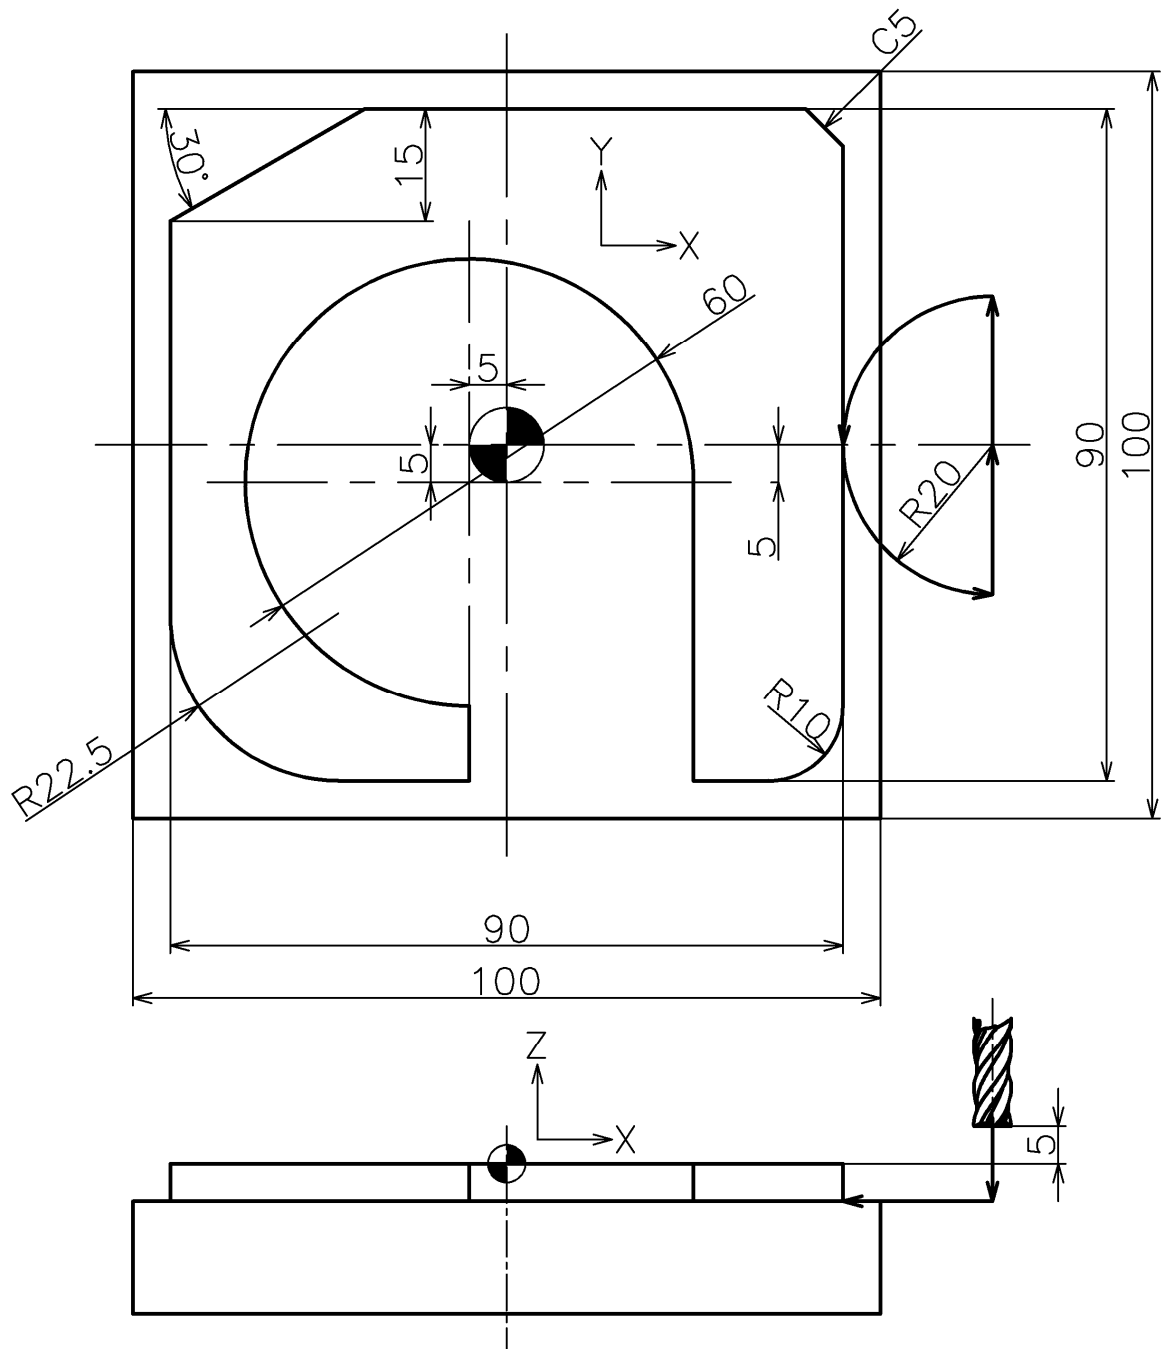

図 4 - 1
設問 2 次の NC プログラムは、マシニングセンタにより図 4－1 に示す形状を輪郭加工するためのプログラムである。このプログラムの (①) ～ (⑫) にあてはまる最も適切なものを解答群からそれぞれ一つずつ選び、記号ア～ノで答えなさい。